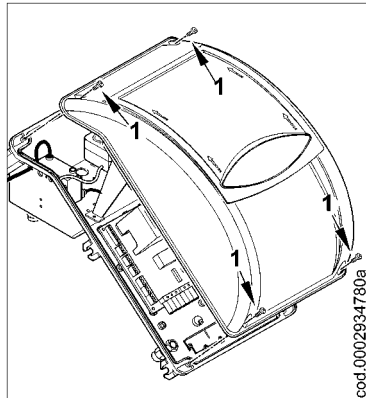

Figura 1
1) Quitar la tapa quitando los 4 tornillos (1) de la figura 1, sin quitar la tapita transparente. De esta manera se puede acceder al cuadro eléctrico del quemador.